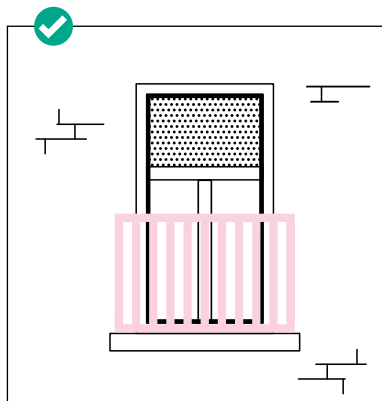

fig. 4 De borstwering is hoog genoeg en de verticale openingen in de borstweringen zijn kleiner dan 11cm
- Eventuele verticale openingen in de borstweringen zijn kleiner dan 11 cm, zodat kinderen er met hun hoofd niet in kunnen vast raken. fig. 4